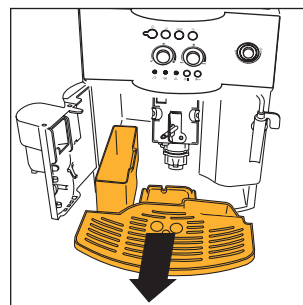

Fig. 16
NOTA 7: la máquina cuenta la cantidad de cafés que se sirven. Cada 14 cafés individuales (o 7 dobles), el piloto 📶 se enciende de manera fija (cap. 12 punto 3) advirtiéndole que el cajón de los posos está lleno y que hay que vaciarlo y limpiarlo. Hasta que no se limpia el cajón de los posos, el piloto permanece encendido y la máquina no puede hacer el café. Para limpiar, abra la portezuela de servicio situada en la parte delantera tirando del grupo de erogación (fig. 15); se enciende el piloto ⚠ que parpadea (véase § 12 punto 9), entonces extraiga la bandeja recoge-gotas (fig. 16) vacíela y límpiela. Vacíe y limpie meticulosamente el cajón de los posos procurando eliminar todos los residuos que puedan estar depositados en el fondo. Seque también las gotas de condensado que se depositen en el interior de la máquina, bajo la bandeja recoge-gotas. **IMPORTANTE:** cuando se extrae la bandeja recoge-gotas es **OBLIGATORIO** vaciar siempre el cajón de los posos de café incluso aunque no esté muy lleno. Si esta operación no es efectuada, puede suceder que, cuando se preparan otros cafés, el cajón de los posos se llene más de lo previsto y que la máquina se obstruya con pastillas usadas.
- extraiga la bandeja recoge gotas y el recipiente de los posos (fig. 16) y lávelos;